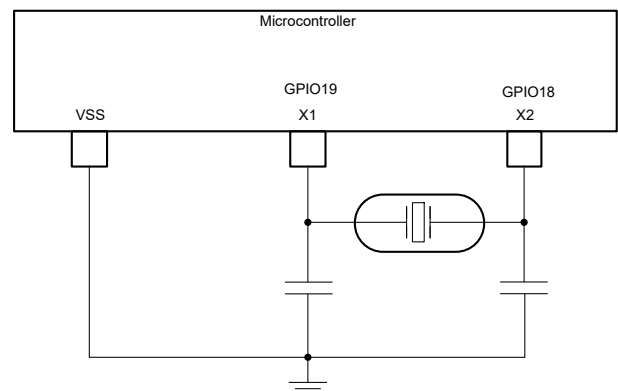

図 6-15. 外部水晶振動子
- 外部水晶振動子。図 6-15 に示すように、X1 と X2 の間に水晶振動子を接続して、さらに負荷コンデンサを VSS に接続する必要があります。